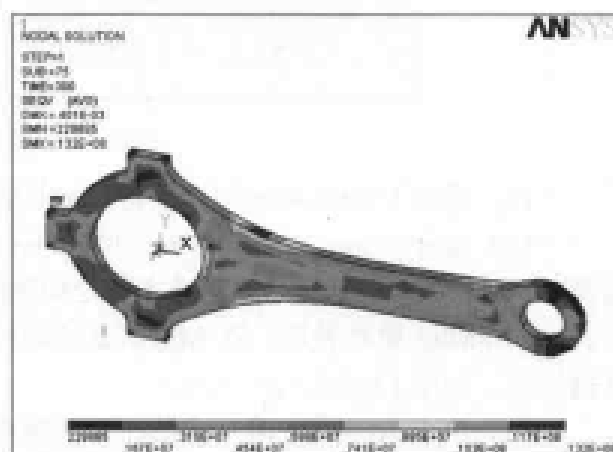

图 13-118 等效应力场分布等值线图
(7) 选择 Main Menu | General Postproc | Plot Result | Contour Plot | Nodal Solu 命令, 出现 Contour Nodal Solution Data 对话框, 选择 Nodal Solution | Stress | von Mises stress 选项, 单击 OK 按钮, ANSYS 窗口显示等效应力场分布等值线图, 如图 13-118 所示。